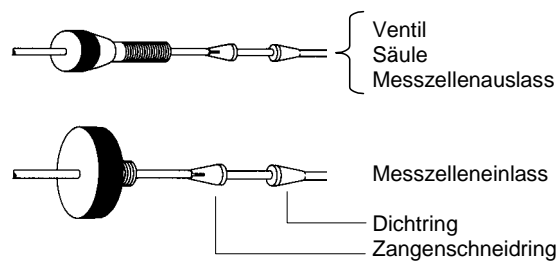

Abb. 4 DYNASEAL Kapillarverbindungen
2. Führen Sie die Verschraubung, den Zangenschneidring und den Dichtring auf die Kapillare. Achten Sie auf Reihenfolge und Ausrichtung der Fittings, siehe Abb. 4 „DYNASEAL Kapillarverbindungen“.